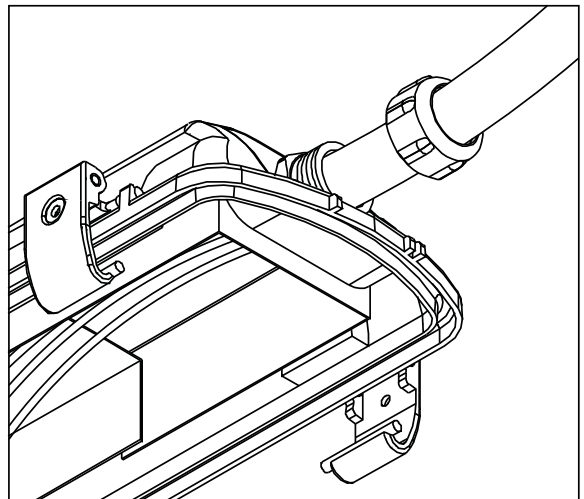

Figure 6
13. Insert conduit assembly into fitting installed on end of fixture. Securely tighten locknut onto fitting. **See Fig 6**
14. Make wire connections by connecting bare copper or green supply wire to both green fixture wires with wirenut (8). Connect black supply wire to black fixture wire and white supply wire to white fixture wire with wirenut.
13. Insérez l'assemblage du conduit dans la portion du raccord installée sur l'extrémité du montage. Serrez solidement le contre-écrou sur le raccord de montage. Voir la fig 6
13. Inserte el conjunto del conducto dentro de la parte del conector instalada en el extremo del montaje. Apriete firmemente la tuerca de seguridad en el conector del montaje. Veá Fig. 6